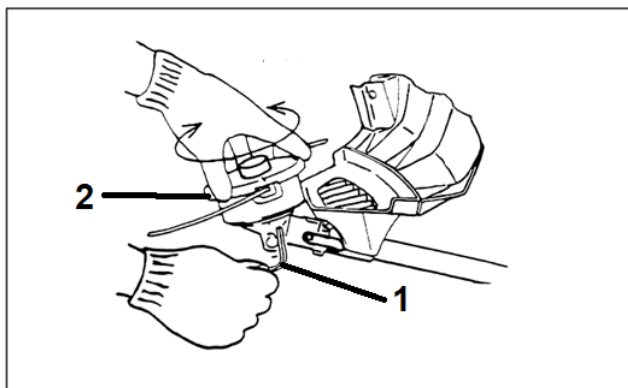

Рисунок 8. Схема встановлення різальної головки із жилкою.
5.1.2.4 Встановлення різальної головки із жилкою (рис. 8).